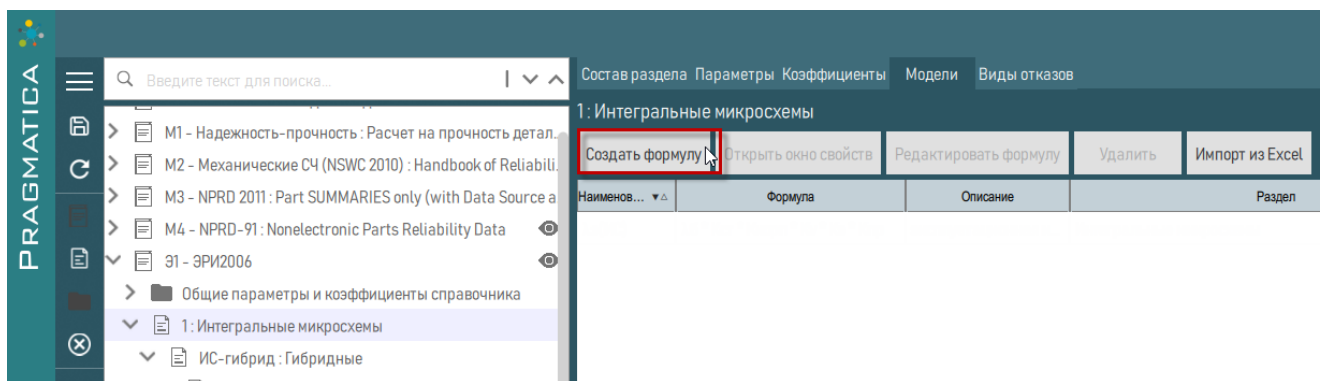

Рисунок 103 – Выбор «Создать формулу»
2) На панели инструментов в правой рабочей области нажать кнопку «Создать формулу» (рисунок 103).